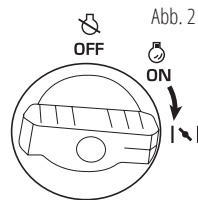

Abb. 2
„Starterklappe“ (Abb. 2).
6. Stellen Sie den 3-in-1-Schalter auf „ON“ (Abb.2).